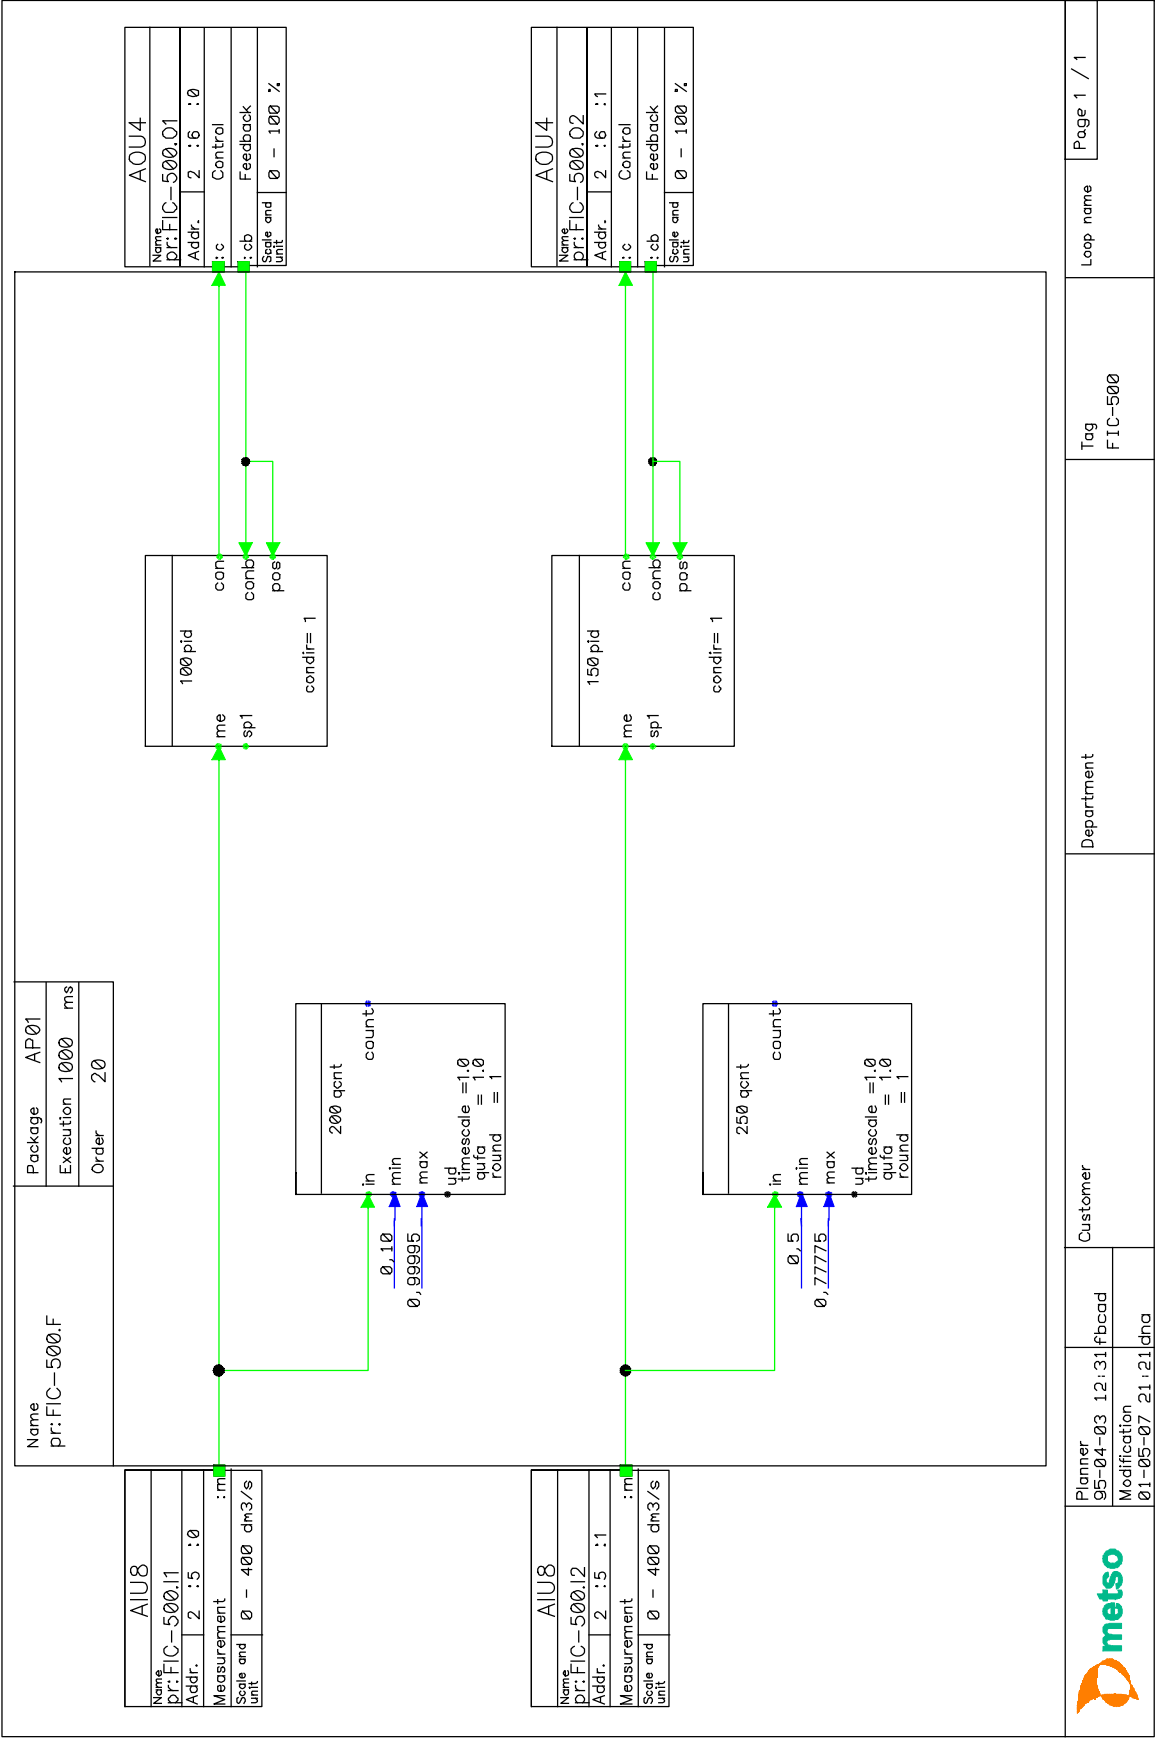
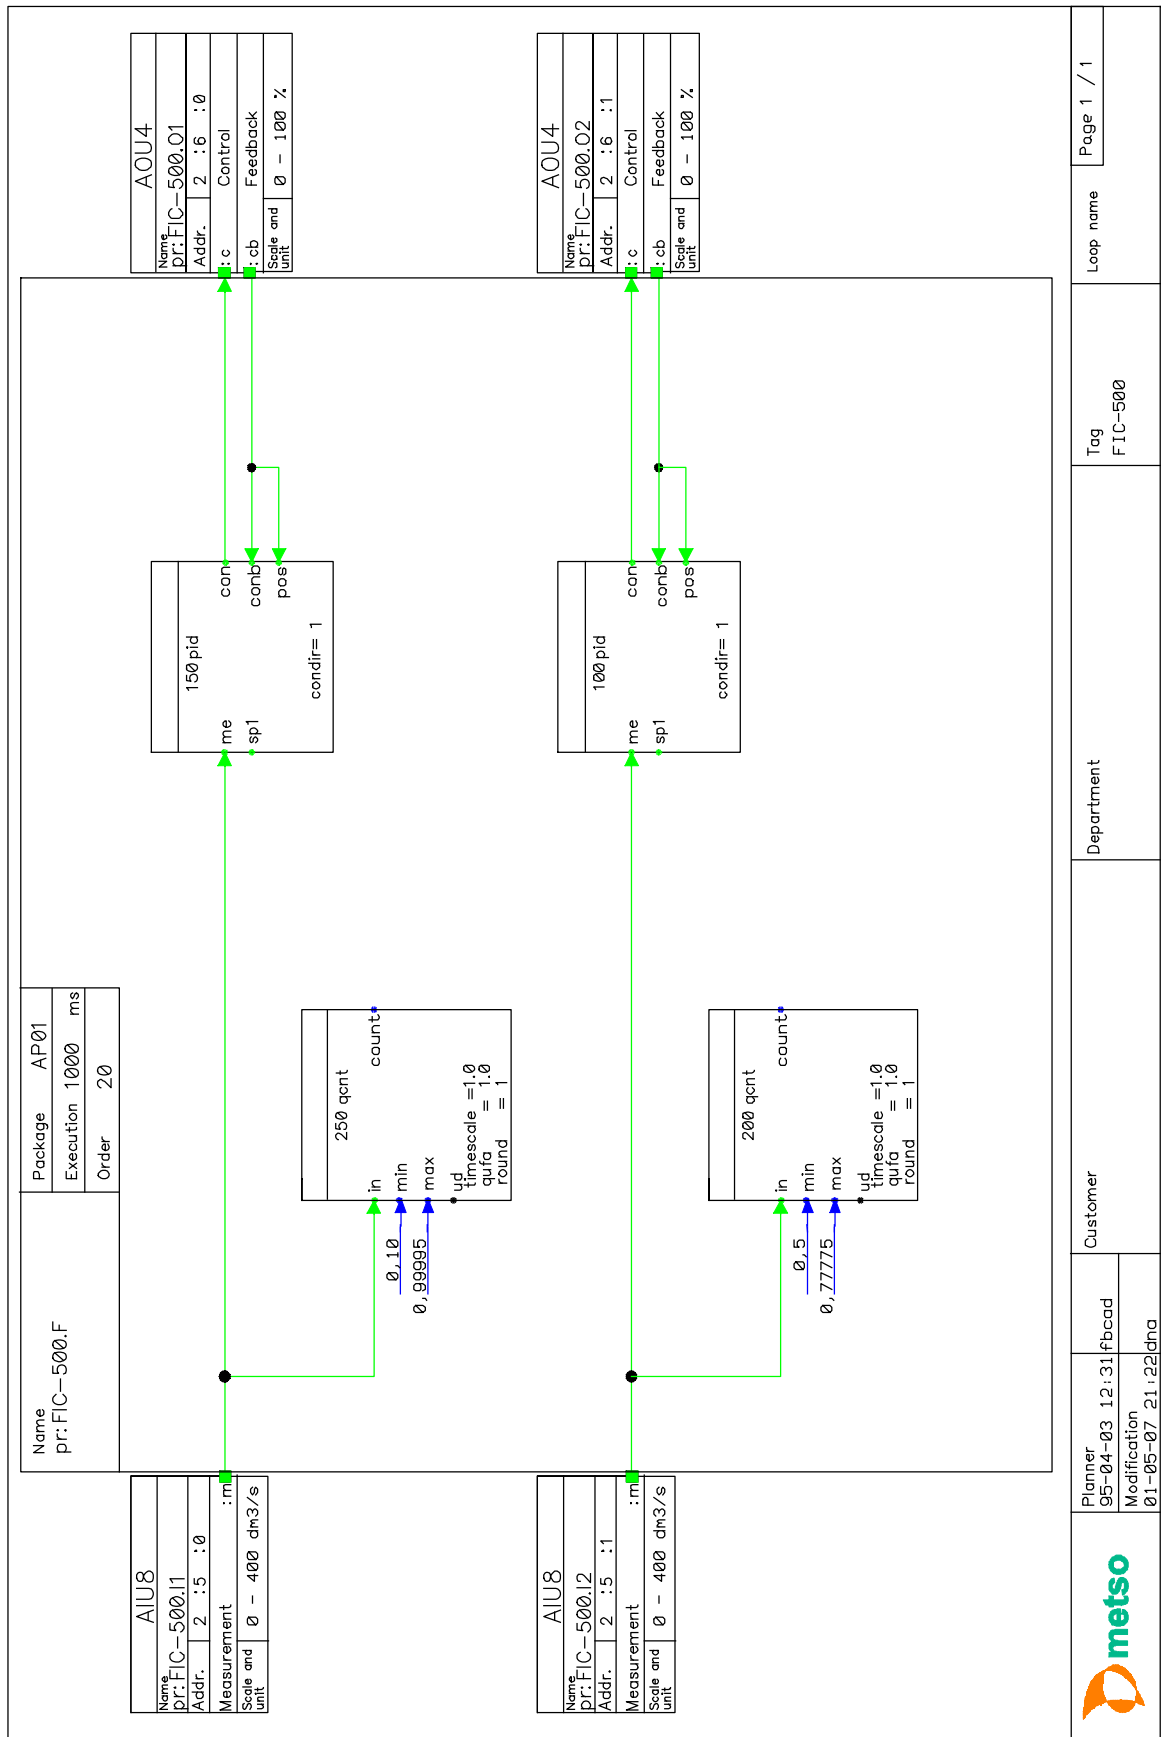
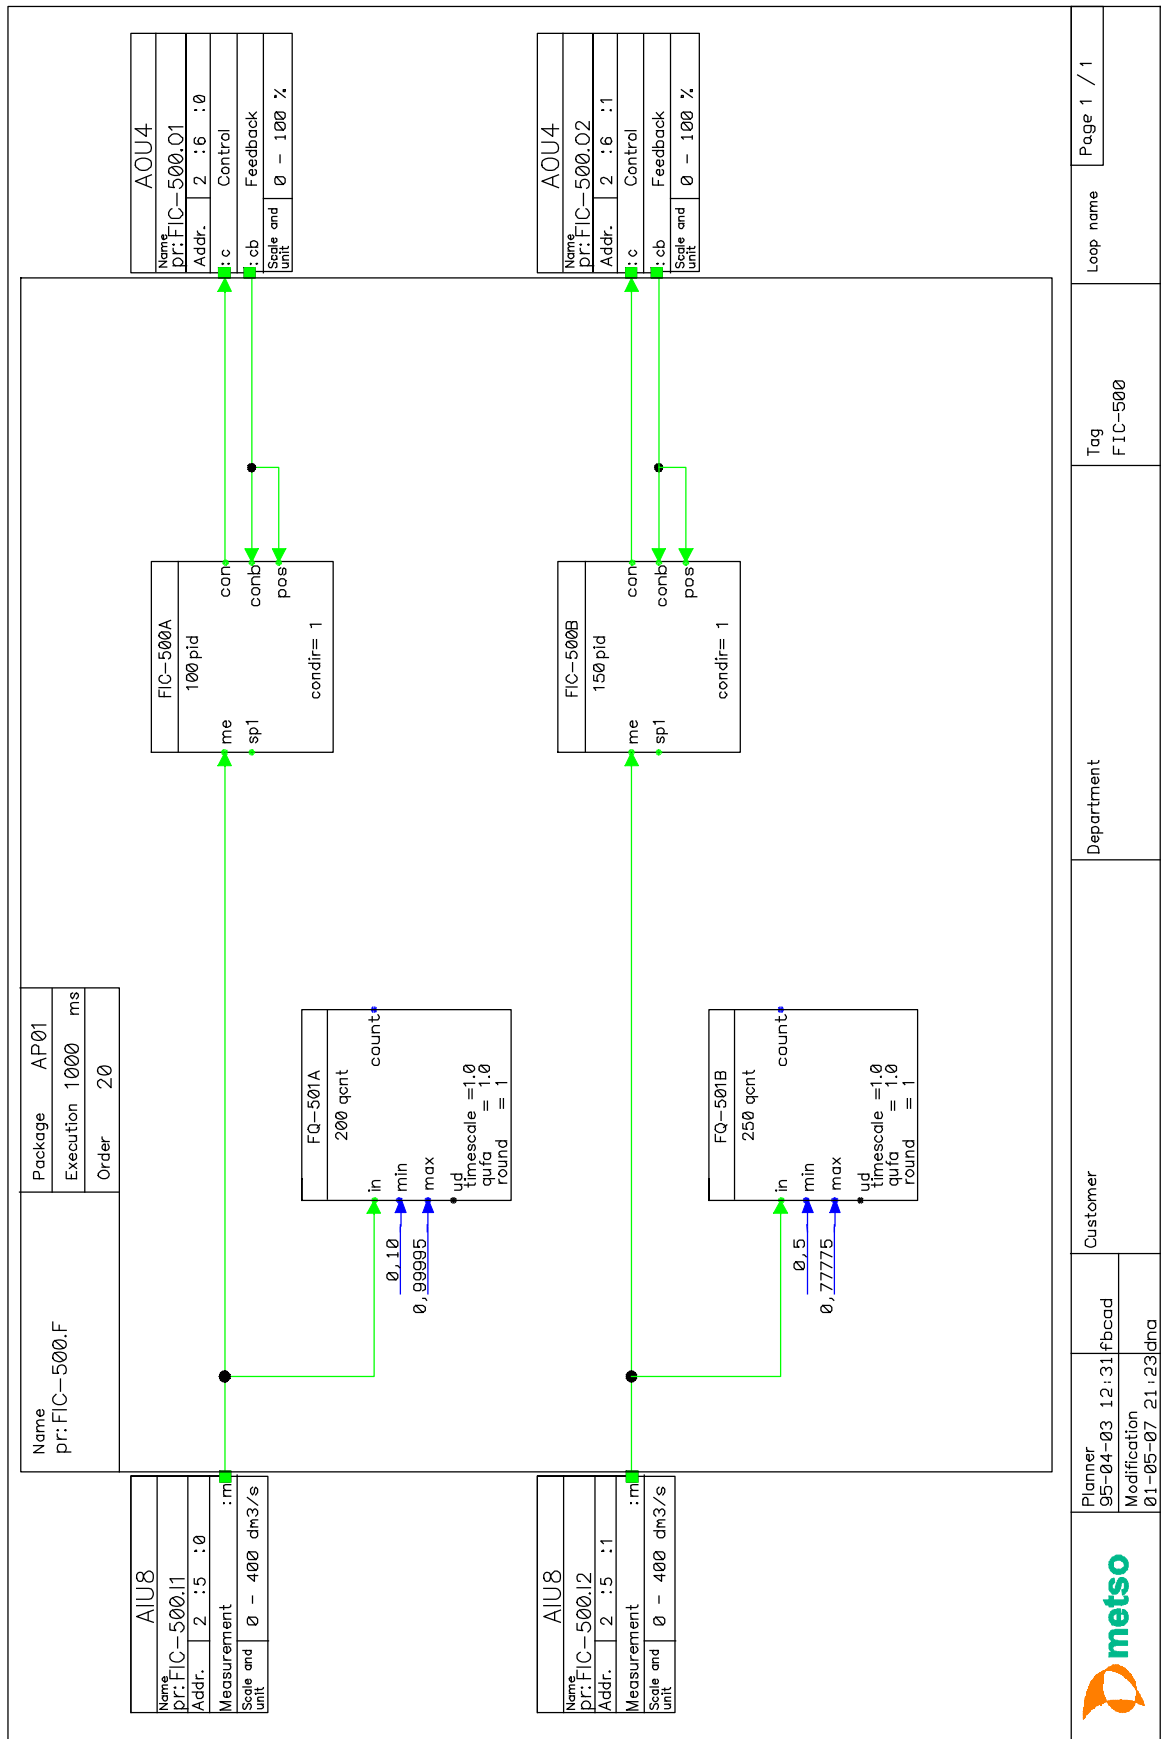
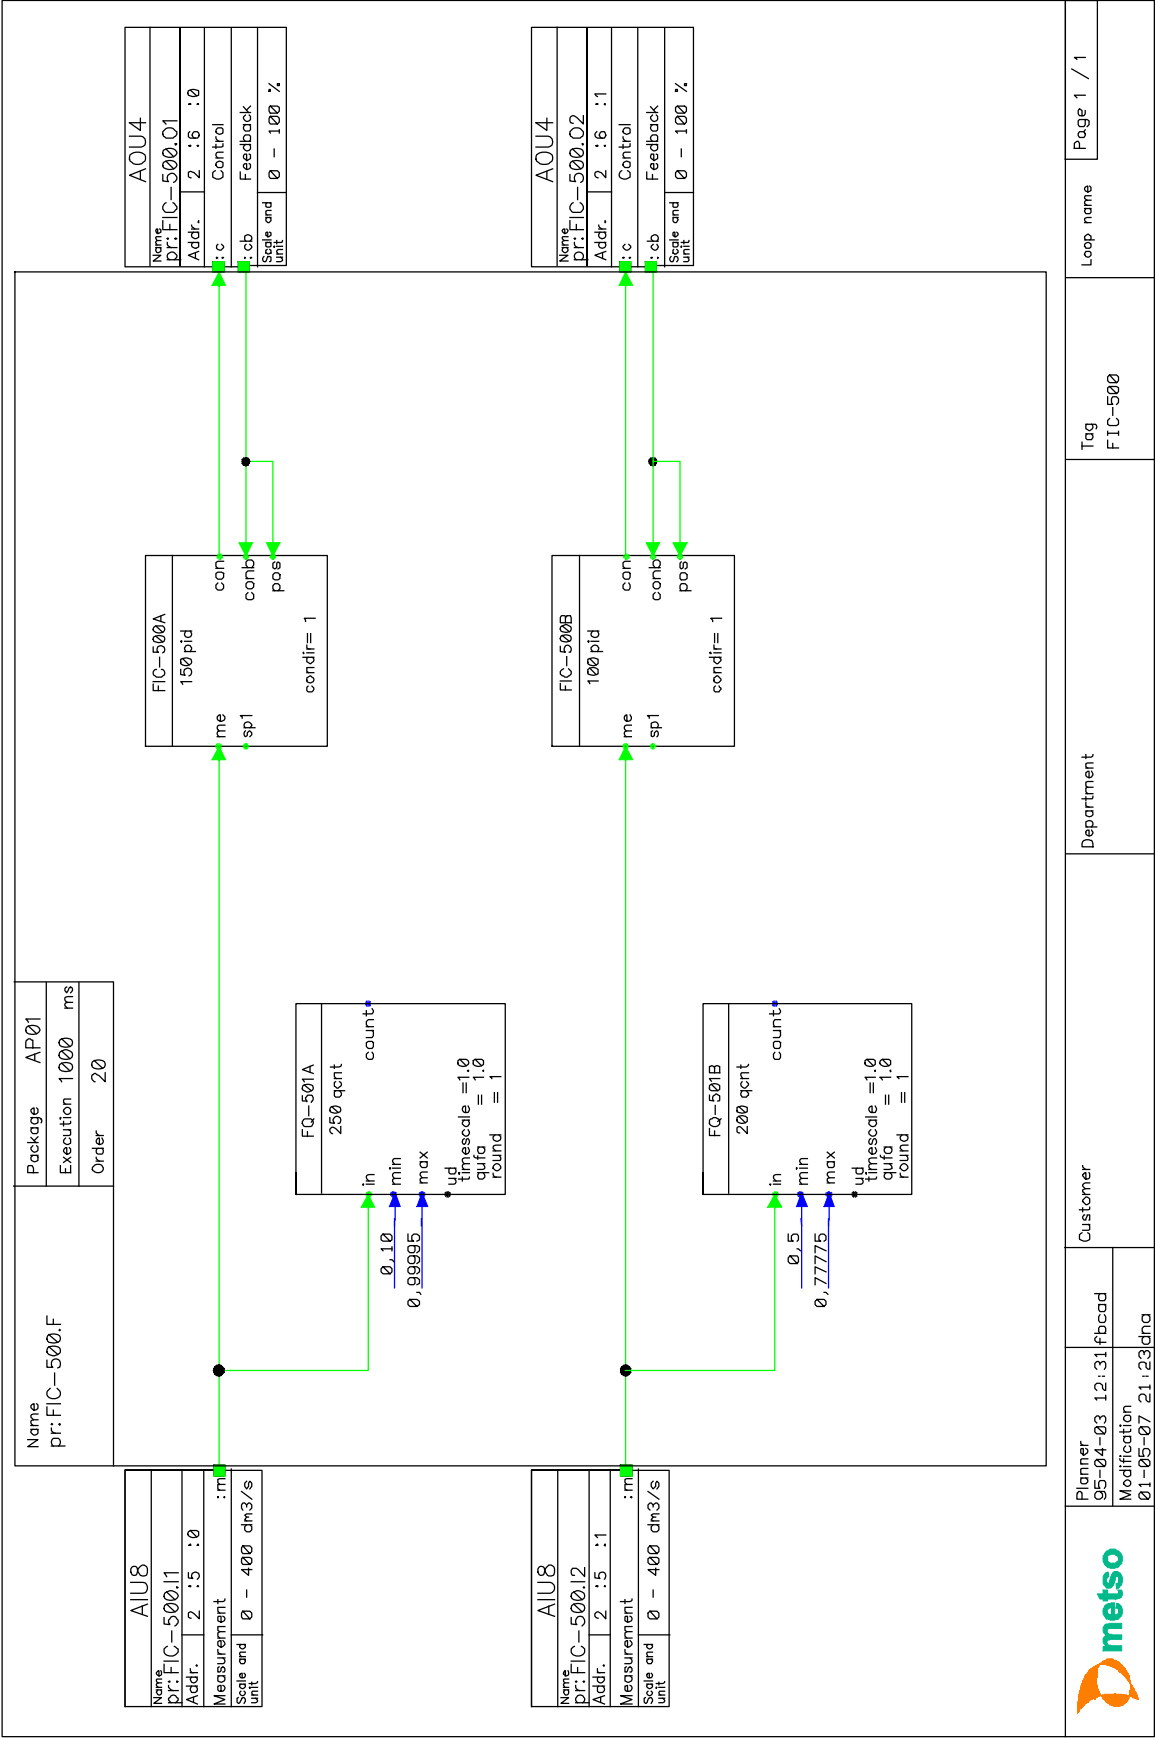

Рисунок 10 Первоначальный рабочий модуль
Рисунок 11 Ситуация после плавного интерактивного обновления
Рисунок 12 Первоначальный рабочий модуль
Рисунок 13 Ситуация после плавного интерактивного обновления
- функциональный блок появляется в модуле несколько раз (Рисунок 10 и Рисунок 11)
- функциональный блок появляется в модуле несколько раз, при этом функциональные блоки определены в качестве портов прямого доступа (Рисунок 12 и Рисунок 13)
Для прояснения этой ситуации предназначены Рисунок 10 и Рисунок 11.
Порядок выполнения функциональных блоков изменяется, так что 100pid -> 150pid и 200qcnt -> 250qcnt. На Рисунок 11 представлено состояние после плавного интерактивного обновления.
Ситуация, представленная на Рисунок 12 и Рисунок 13, отличается от ситуации на Рисунок 10 и Рисунок 11 тем, что функциональные блоки pid и qcnt также представлены в качестве портов прямого доступа.